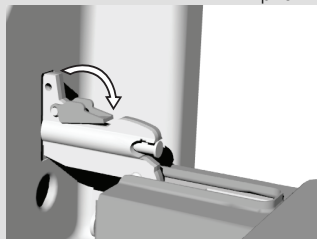

рис. 2
- На дверце с закрыванием **GentleClose** откиньте фиксаторы под углом  $90^\circ$  (рис. 2).